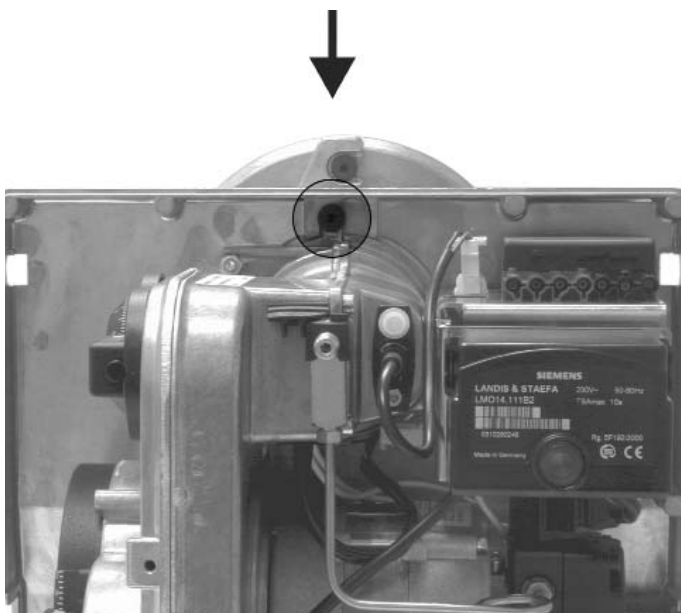
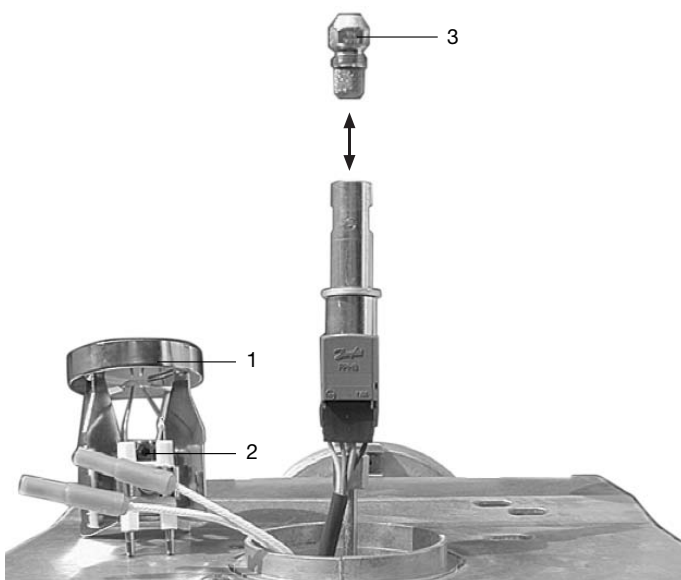

Abbildung 8 / Figure 8
Abbildung 9 / Figure 9
Die Service-Schraube mit Innensechskant-Schlüssel 4 mm mit einer 1/2 Umdrehung lösen (siehe Abb. 8), den Brenner nach links verdrehen und aus dem Brennerrohr herausziehen. Anschließend in der Serviceposition einhängen (siehe Abb. 9).
- Schraube 2 mit Innensechskant-Schlüssel 4 mm lösen und Stauscheibe 1 abnehmen (siehe Abb. 9).
- Vorhandene Düse 3 entfernen und gewählte Düse einschrauben (siehe Abb. 9).
Loosen the service screw by 1/2 turn using a 4 mm hexagon socket wrench (see fig. 8). Turn the burner to the left and remove it from the burner pipe. After that, replace it in the desired service position (see fig. 9).
- Loosen screw 2 using a 4 mm hexagon socket wrench and remove the baffle plate 1 (see fig. 9).
- Remove present nozzle 3 and screw on the selected nozzle (see fig. 9).